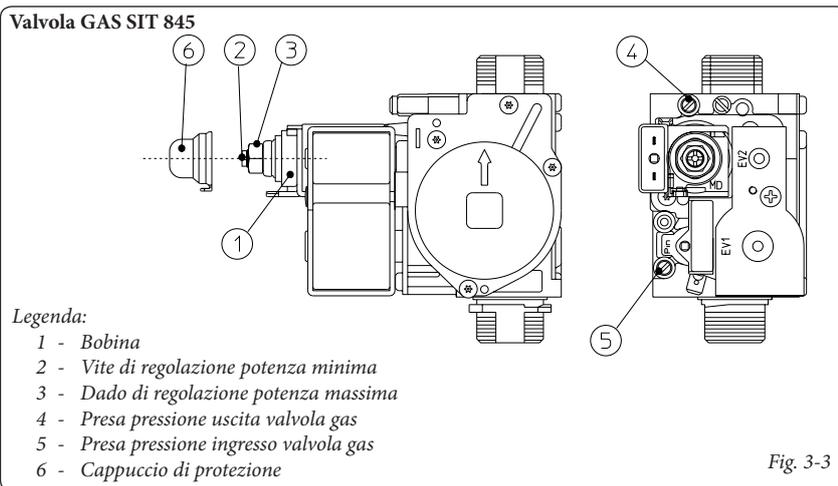

Fig. 3-3
**N.B.:** tutte le operazioni relative alle regolazioni delle caldaie devono essere effettuate da un tecnico abilitato (ad esempio il Servizio Assistenza Tecnica Immergas). La taratura del bruciatore deve essere effettuata con un manometro differenziale ad "U" o digitale, collegato alla presa di pressione posta sopra la camera stagna (part. 9 Fig. 1-33) e alla presa pressione di uscita valvola gas (part. 4 Fig. 3-3), attenendosi al valore di pressione riportato nella tabella (Parag. 3.17) per il tipo di gas per il quale la caldaia è predisposta.
- Regolare sul dado in ottone (3 Fig. 3-3) la potenza nominale della caldaia, attenendosi ai valori di pressione massima riportati nelle tabelle (Parag. 3.17) a seconda del tipo di gas.
- Regolazione della potenza termica minima di caldaia in fase sanitario (Fig. 3-3).